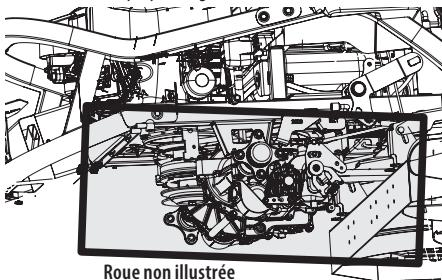

Figure 27
- Gardez l'essieu ainsi que la partie autour de la transmission et du ventilateur propres (Figure 27).